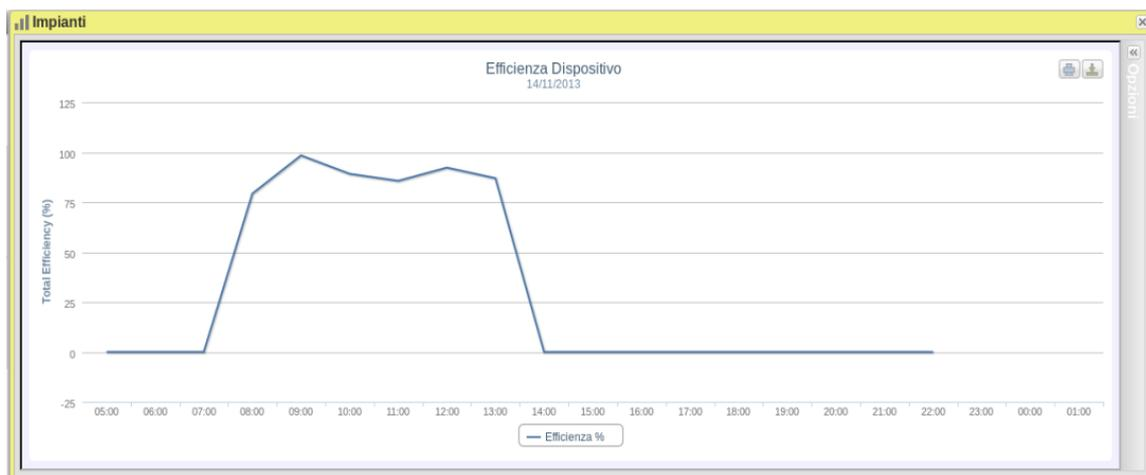

Figure 31: Finestra Impianto, Grafico Efficienza “Totale”.
- “CC Corrente (A)” : il grafico mostra l'andamento della corrente in A nell'intervallo temporale scelto.
- “CC Tensione (V)” : il grafico mostra l'andamento della tensione in V nell'intervallo temporale scelto.
- “CC Potenza+Corrente+Tensione+Radiazione Solare” : il grafico mostra contemporaneamente le quattro grandezze, nell'intervallo temporale scelto. Il tipo di grafico per questa selezione sarà quello mostrato in Fig. 31.